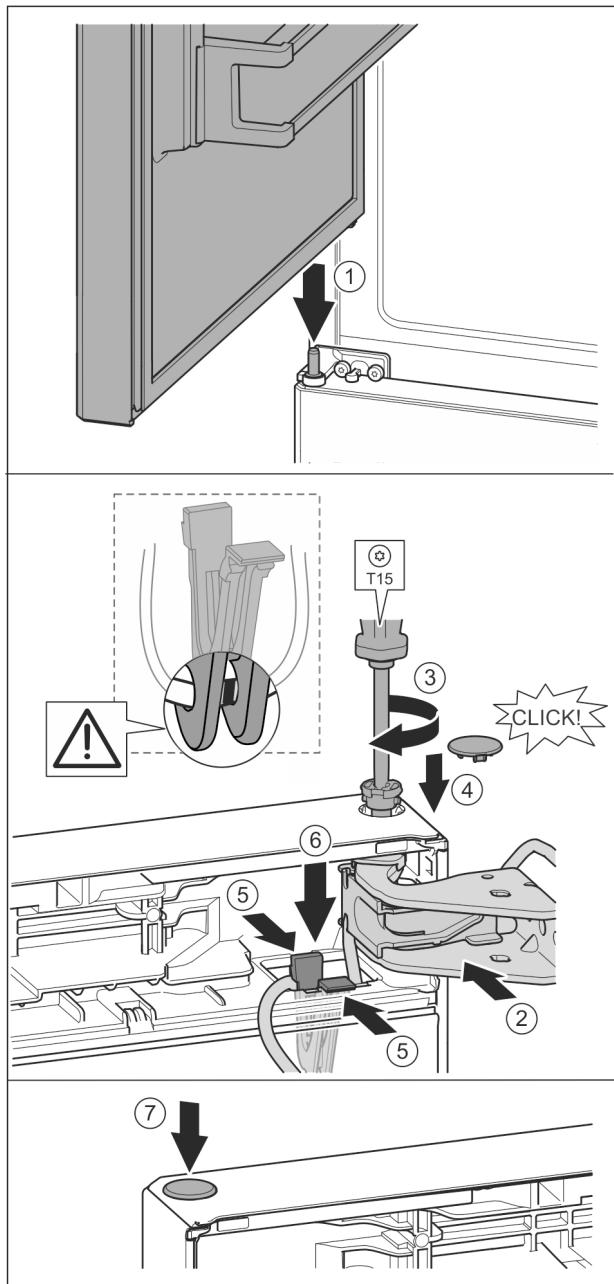

Fig. 41
- ▶ Встановлення верхніх дверцят на середній опорний палець Fig. 41 (1)
- ▶ Вирівняйте дверцята зверху по отвору в опорному кронштейні. Fig. 41 (2)
- ▶ Вставте палець та закрутіть за допомогою викрутки T15. Fig. 41 (3)
- ▶ Встановіть захисну кришку для захисту дверцят: вставте захисну кришку і проконтрольуйте, щоб вона прилягала до дверцят. Якщо це не так, повністю вставте палець. Fig. 41 (4)
- ▶ Вставте тримач із зафікованим в ньому кабелем в отвір. Fig. 41 (5)
- ▶ Притисніть тримач донизу так, щоб з'єднувальна накладка зафіксувалася. Fig. 41 (6)
- ▶ Вставте пробку. Fig. 41 (7)